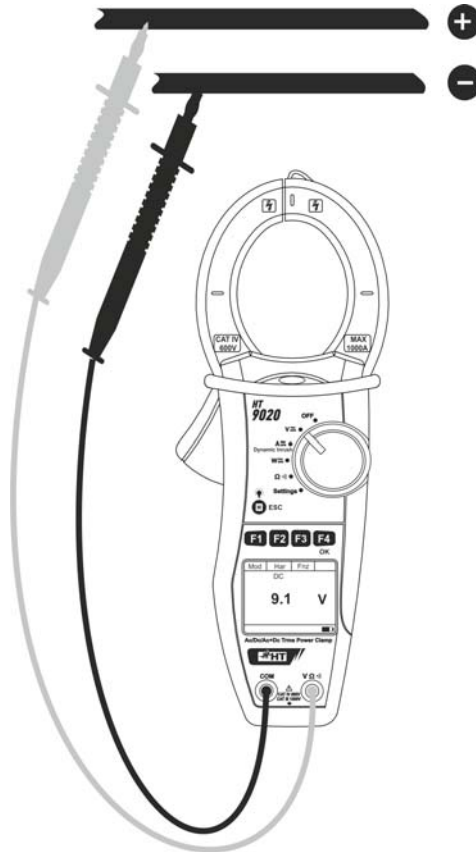

Abb. 5: DC Spannungsmessung
4. Verbinden Sie die rote Messleitung mit der **VΩ[~]** Eingangsbuchse, und die schwarze Messleitung mit der **COM** (siehe Abb. 5) Buchse und verbinden Sie die Messspitzen mit dem zu prüfenden Stromkreis.